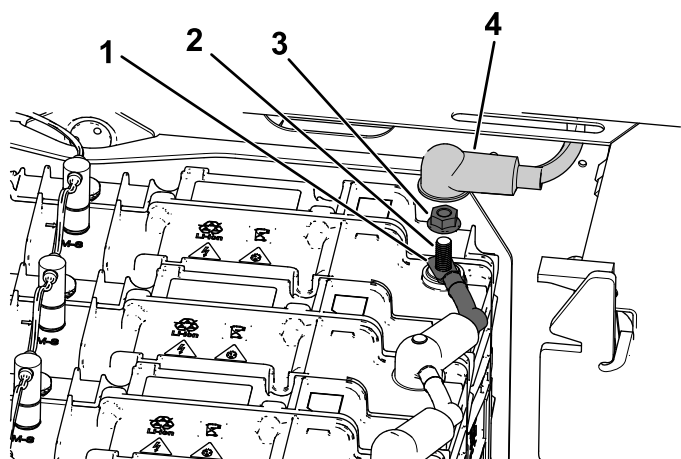

Bild 42
2. Ziehen Sie die Anschlussklemme des Minuskabels vom Akkupol ab (Bild 42).
1. Schließen Sie das Minuskabel (-) des Akkus mit der Bundmutter am Akku an (Bild 42).
2. Setzen Sie die negative (-) Polabdeckung auf den Akkupol auf (Bild 42).